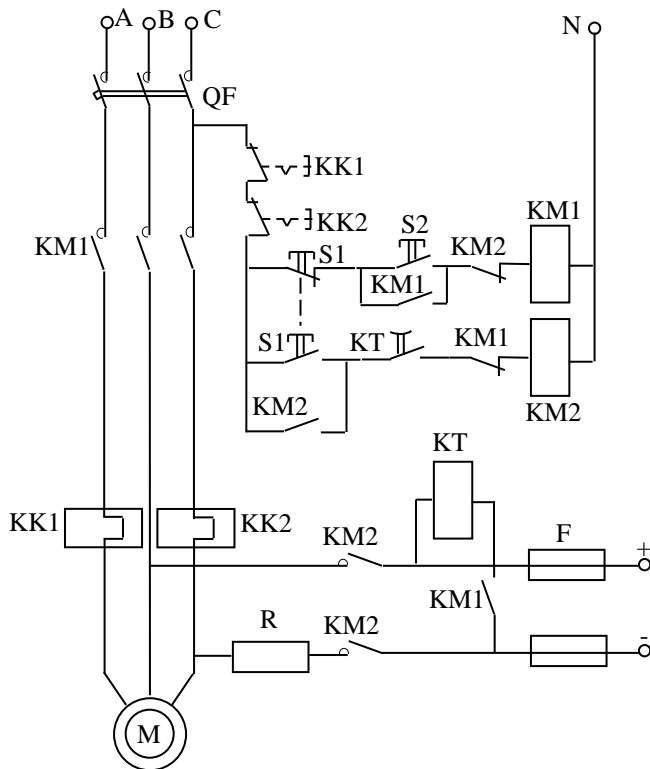

Рисунок 3.18
3) рисунок 3.18 – схема управления, защиты от перегрузок и коротких замыканий асинхронного двигателя с короткозамкнутой обмоткой ротора и динамическим торможением [2, с.519];